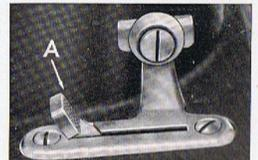

Abb. 37 Das Versenk. d. Transporteurs
**Der Versenktransporteur.** Zum Sticken und Stopfen, zum Knopfannähen etc. muß der Transporteur (Nr. 21, Abb. 1) versenkt werden. Hierzu stelle man zunächst den Stichtstellerhebel H, Abb. 20, auf 0, d. h. auf die Mitte der Skala, und lege dann den Transporteur-Versenkehebel A, Abb. 37, so weit wie möglich nach rechts um.
Um die Hemmung zu beseitigen, versuche man zunächst, die Nadelstange in die höchste Stellung zu bringen, entferne den Oberfaden aus der Nadel und achte darauf, daß sich der Transporteurversenkhebel A (Abb. 37) in seiner linken Stellung befindet. Man entferne die Stichplatte und lege das Oberteil nach hinten um.